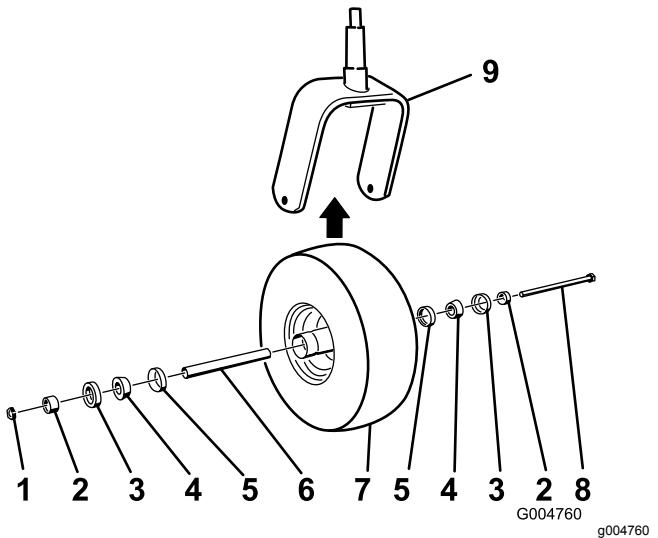

Figure 74
5. Montez la roue pivotante en poussant les roulements à rouleaux coniques et les joints, garnis de graisse, dans le moyeu, en les positionnant comme indiqué à la Figure 74.
2. Enlevez le contre-écrou du boulon qui fixe la roue pivotante à la fourche (Figure 74).